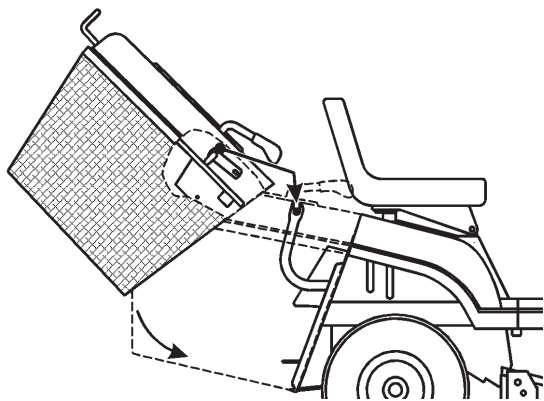

Figure 42
1. Tenez le bac des deux mains et basculez-le en avant (Fig. 42).
2. Inclinez le bac en avant d'environ 40 degrés et glissez-le sur les 2 supports à l'arrière du tracteur (Fig. 42).